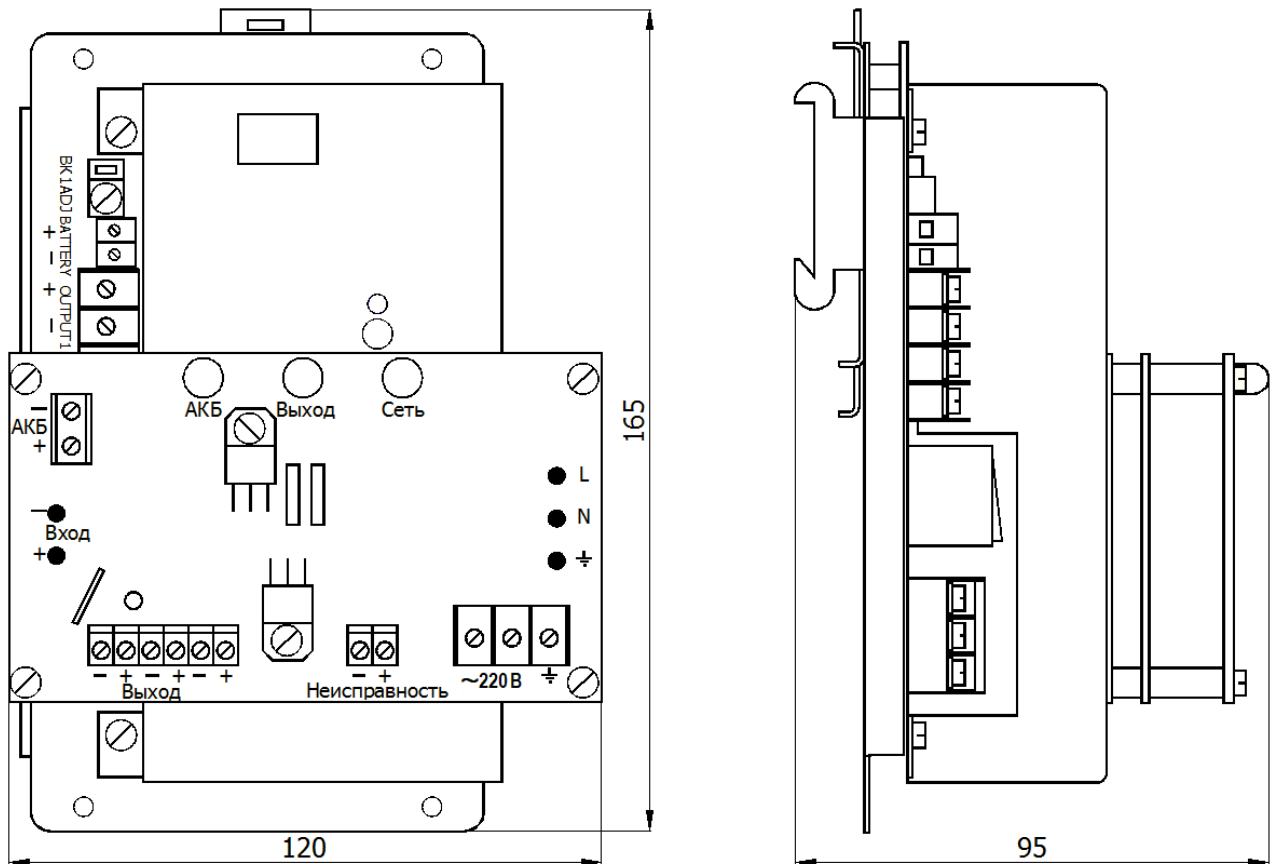

Рисунок 1 - Общий вид БРП
- в) подсоединить провода питания к контактам колодки зажимов  $\sim 220$  В в соответствии с маркировкой (см. рисунок 1);
- е) соединить контакты «+» и «-» внешней аккумуляторной батареи с контактами «+» и «-» колодки АКБ\* (см. рисунок 1). Убедиться в непрерывном свечении единичных индикаторов зеленого цвета АКБ и Выход;